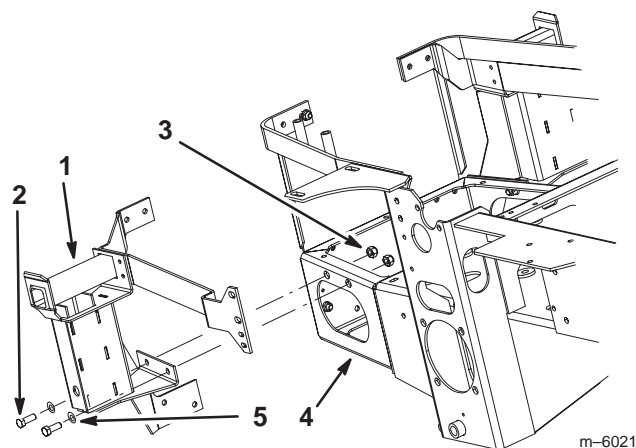

Figure 12
4. Montez le support de fixation du dispositif de ramassage sur le côté du pare-chocs arrière à l'aide de 2 boulons (3/8 x 1"), 2 rondelles plates (3/8") et 2 contre-écrous (3/8") (Fig. 12).
3. Serrez le support de fixation du dispositif de ramassage sur le côté du pare-chocs arrière (Fig. 12). Reportez-vous au tableau des couples de serrage.